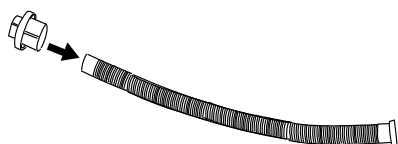
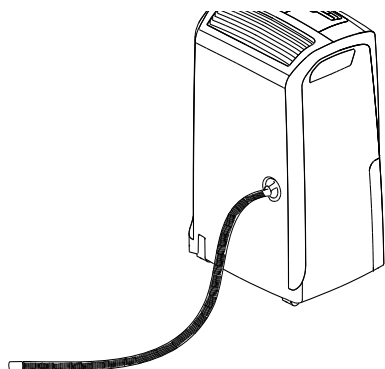
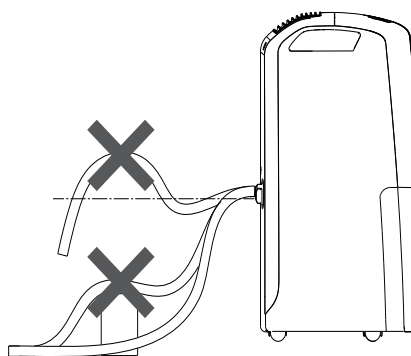

fig. 3
fig. 4
fig. 5
- 2) Insérez le capuchon de vidange 1 dans le flexible de vidange du condensat (8) jusqu'à l'extrémité (Fig. 3), puis vissez le capuchon sur la goulotte 2 (Fig. 4).
- 3) Assurez-vous que l'extrémité du flexible ne soit pas plus haut que la goulotte (Fig. 3), ou l'eau pourrait demeurer dans le réservoir. Assurez-vous qu'il n'y ait aucune coque dans le flexible (Fig. 5).